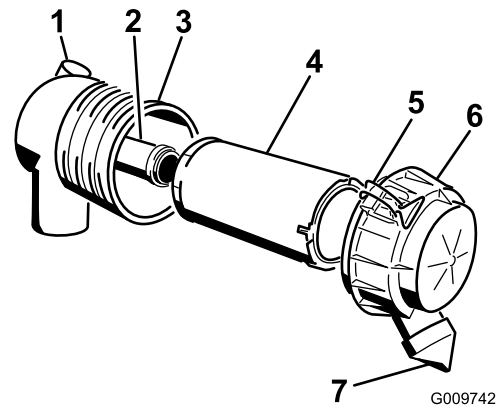

Figure 30
Important: Faites l'entretien du filtre à air uniquement quand l'indicateur de colmatage est rouge (Figure 30). Changer le filtre à air prématurément ne fait qu'accroître le risque de contamination du moteur par des impuretés quand le filtre est déposé.
4. Ouvrez les attaches du filtre à air et séparez le couvercle du corps du filtre (Figure 30).
1. Sortez l'élément principal du corps du filtre avec précaution (Figure 30). Évitez de cogner l'élément à l'intérieur du corps.